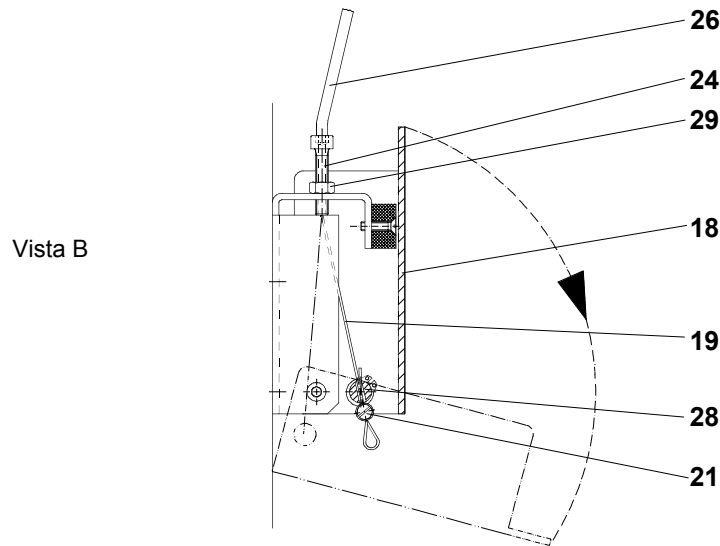

Fig. 10
- Ritirare indietro il cavo in acciaio (19), finché non si muove il pulsante rosso (22).
- Montare la squadra (23) con una vite forata (24) e la guida del cavo (25).
- Applicare l'involucro del tirante flessibile (26) lungo l'asta di trazione (27) in linea diretta e senza piegature fino alla vite forata (24) della leva di comando (18). Fig. 8, fig. 10
- Spingere il cavo di acciaio (19) attraverso l'involucro del tirante flessibile (26) verso la vite forata (24) e l'asse (28).
- Applicare il raccordo a vite (21) sull'estremità del cavo e piegare il cavo di acciaio (19) ad ansa. Serrare il raccordo a vite (21) quando la leva di comando (18) è inserita.
- Tirare il cavo di acciaio (19), allentando la vite forata (24). Serrare il controdado (29). Fig. 10
- Controllo: Con la leva di comando (18) disinserita il carrello (17) deve sganciarsi per permettere il libero movimento della porta.